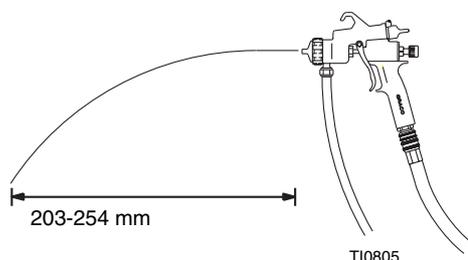

FIG. 3
- 2 Si se usa un calderín de presión remoto, mantenga la pistola paralela al suelo y ajuste la presión de líquido para que produzca una corriente de líquido de 203 a 254 mm. Fig. 3.